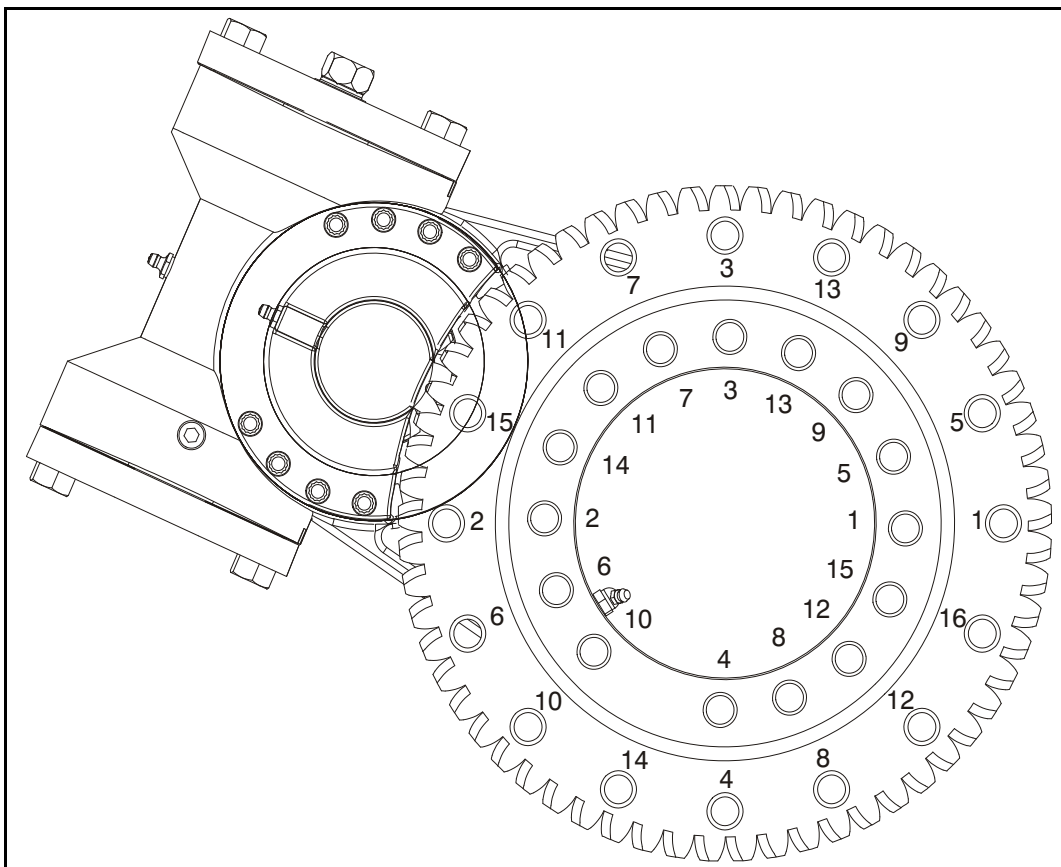

Figura 3-26. Sequência de torque do rolamento de giro
- b. Alinhe o ponto alto (azul) do rolamento, conforme mostrado abaixo. Defina a folga de recuo para 0,20 – 0,25 mm (0,008 – 0,010 polegada). Aperte os parafusos de ajuste conforme mostrado na Figura 3-26., Sequência de torque do rolamento de giro.
- f. Seguindo o diagrama da sequência de torque mostrado na Figura 3-26., Sequência de torque do rolamento de giro, aperte os parafusos a um torque inicial de 190 Nm (140 pés-lb.). A seguir, obedecendo a mesma sequência, aplique um torque final de 260 Nm (190 pés-lb.).
- k. Seguindo a sequência de torque mostrada na Figura 3-26., Sequência de torque do rolamento de giro, aplique um torque inicial de 200 Nm (150 pés-lb.) aos parafusos. A seguir, obedecendo a mesma sequência, aplique um torque de 285 Nm (210 pés-lb.) aos parafusos.